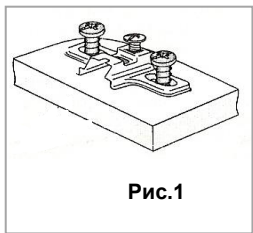

Рис.1
1. На бока (поз.2,3) установите полкодержатели и, учитывая вариант сборки (правая или левая), ответные планки петель на шуруп 4*13 (рис.1).
7. На бока (поз.12,13) установите полкодержатели и, учитывая вариант сборки (правая или левая), ответные планки петель на шуруп 4*13 (рис.1).